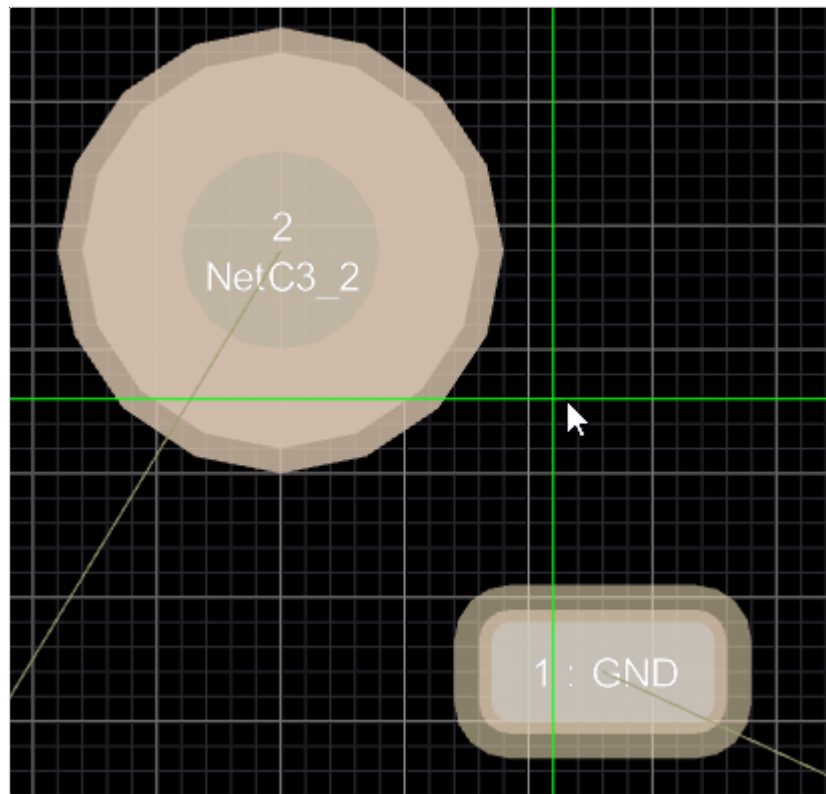

Рисунок 222. Выбор базовой точки при перемещении
- 3) Курсор примет вид перекрестия, после чего необходимо щелкнуть левой кнопкой мыши в точку, относительно которой будут перемещаться выделенные объекты (см. рисунок 222).